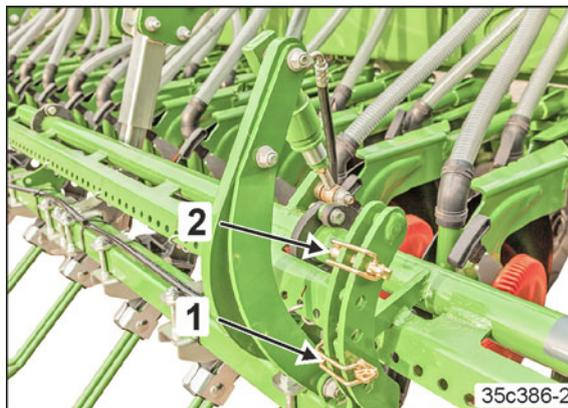

Рис. 192
- Рычаг в положении 1 (Рис. 192/1)
- Рычаг в положении 2 (Рис. 192/2)